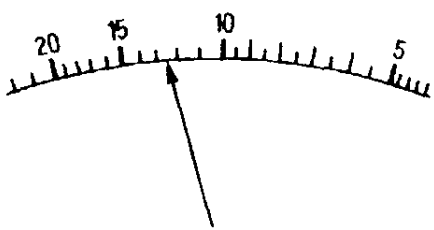

图 1-1-5 万用电表阻值的读取方法
③检测方法要合理。不要用手同时接触电阻器的两根引线,以免因人体分流作用而使检测值小于它的实际值。原因是此时电表测量的是人体与电阻的并联值,因此,所要测的电阻器的阻值越大(如为几十千欧),精确度也就越差。测量几欧姆的小电阻时,尤其要求表笔与电阻引脚(线)接触良好。测量几十千欧的大电阻时,手不要接触电阻器的任何部位,要放在桌子上进行测量。若电阻器引线表面上有绝缘物(如氧化物、油漆等),应把这些附着物刮掉后再进行测量。
④读数要准确。测量时,万用电表应水平放置在桌面上,两眼应位于电表指针的正上方;如果表盘内有一弧形的反光镜,当看到指针与其镜中的影像重合时,方可读数,然后,再把读数乘以所选用的欧姆挡量程值,就可得到电阻的测量值。若指针指在两条刻度线之间,此时不仅要读最靠近指针右端的刻度线处的刻度值,而且还应估计一下两条刻度线之间的数值。指针越靠近刻度间的左端,读数应越大,若指针指向刻度间的中间时,应读作比该刻度间的值的1/2小一些。例如:对于图1-1-5所示,若所用量程为 $R \times 10$ 挡,则可读作 $12.4 \times 10 = 124\Omega$ 。